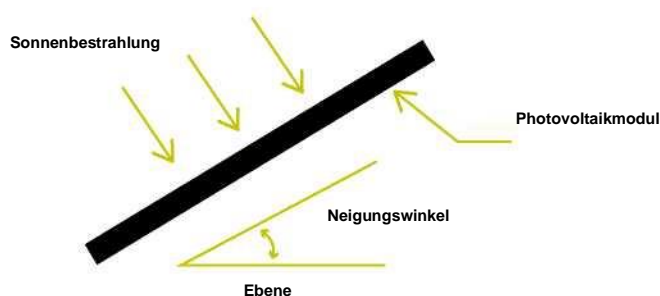

Abbildung 2 Neigungswinkel des Moduls
5.3.1 Neigung der Photovoltaikmodule: der Winkel zwischen der Oberfläche des Moduls und der horizontalen Ebene. Das Modul erreicht seine maximale Leistung, wenn es in Richtung der Sonneneinstrahlung ausgerichtet ist - wie in Abbildung 2 dargestellt.